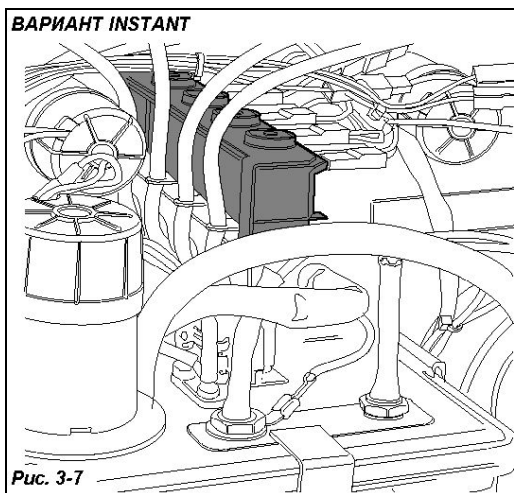

Рис. 3-7
- Срабатывает электромагнитный клапан кипятильника кофе для подачи требуемого количества воды в миксер (рис. 3.7). В модели IRIS I данный электромагнитный клапан установлен на резервуаре (Рис. 3.7).